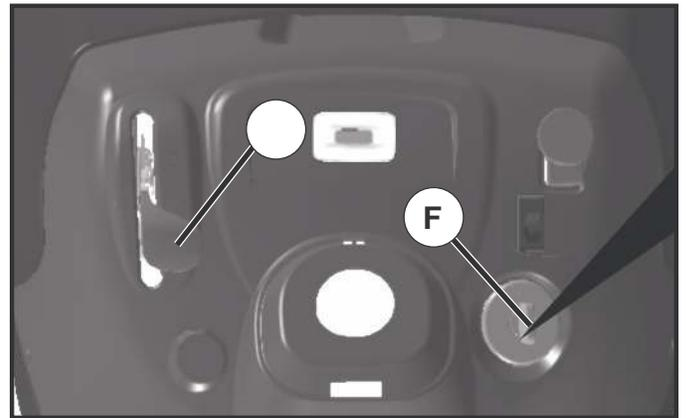

Fig. 6
PARA USAR O CONTROLE DO ACELERADOR (D) (VEJA A FIG. 6.)